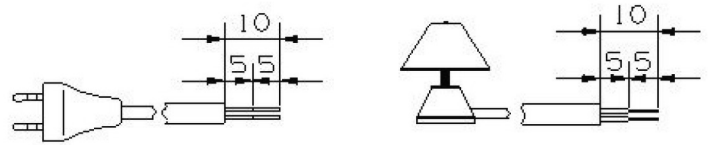

Fig. 2
- 1) Conecte los cables como se muestra en el esquema práctico de la Fig.2
- 1) Ligar os cabos como mostrado no esquema prático Fig.2
- 1) Tilslut kablerne som det vises på det praktiske skema i Fig. 2